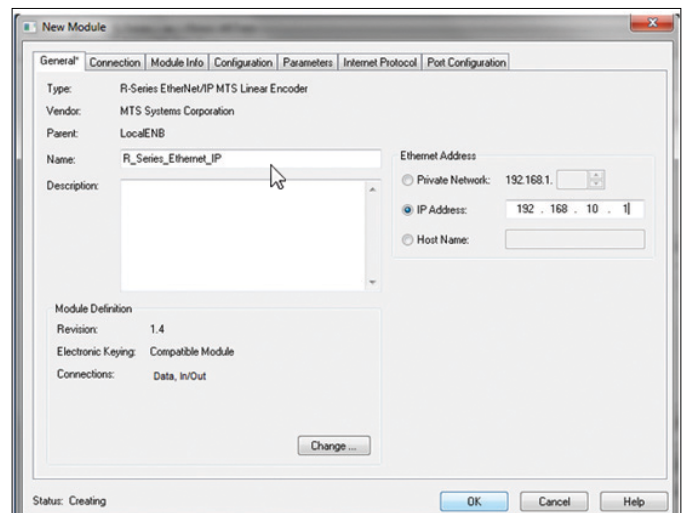

Abb. 117: Neue Moduleinstellungen bestätigen
3. Es öffnet sich das Fenster „New Module“. Tragen Sie im Feld „Name“ einen Namen ein wie z.B. „R\_Series\_Ethernet\_IP“. Klicken Sie unter „Ethernet Address“ die Option „IP Address“ und tragen Sie die statische IP-Adresse ein, die Sie dem Sensor zuvor zugewiesen haben (Abschnitt 6.2). Bestätigen Sie Ihre Eingaben durch Klicken der Schaltfläche „OK“ (Abb. 117).